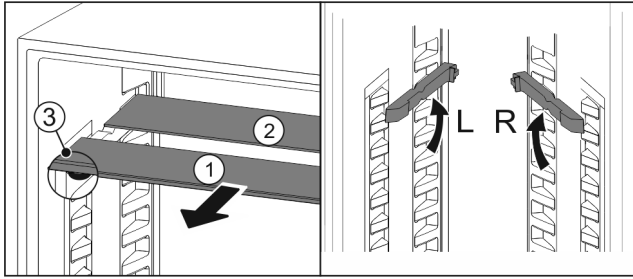

Fig. 57
- estrarre i ripiani di vetro singolarmente tirando in avanti Fig. 57 (1).
- ▷ Il piano in vetro Fig. 57 (1) con il motivo ornamentale è nella parte anteriore.
- ▷ I fermi Fig. 57 (3) sono rivolti verso il basso.